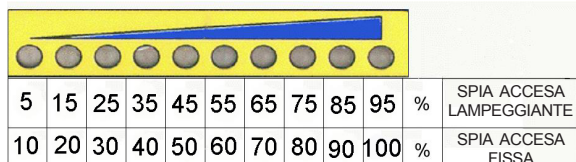

Fig.8
11. MESSA IN MARCIA (vedi Fig. 8/9/10)
La scala di visualizzazione portata materiale (Fig.8), divisa in led luminosi di colore verde indica il numero di giri in percentuale della pompa a vite. Ogni led lampeggiante indica un valore del 5% che va sommato a quelli illuminati fissi. Ogni led illuminato fisso indica un valore del 10%